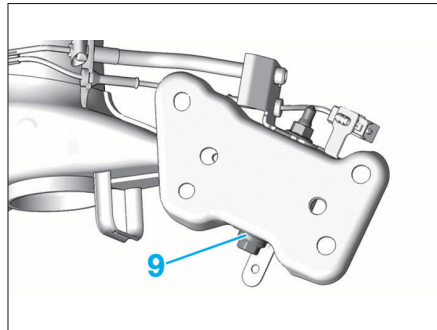

FIG. 59
- Desserrer les vis (9) (Fig.59).